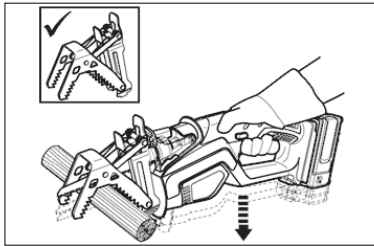

Fig. 17
4. Abaissez lentement la lame de scie dans la pièce en appliquant une légère pression vers le bas (Fig. 17).